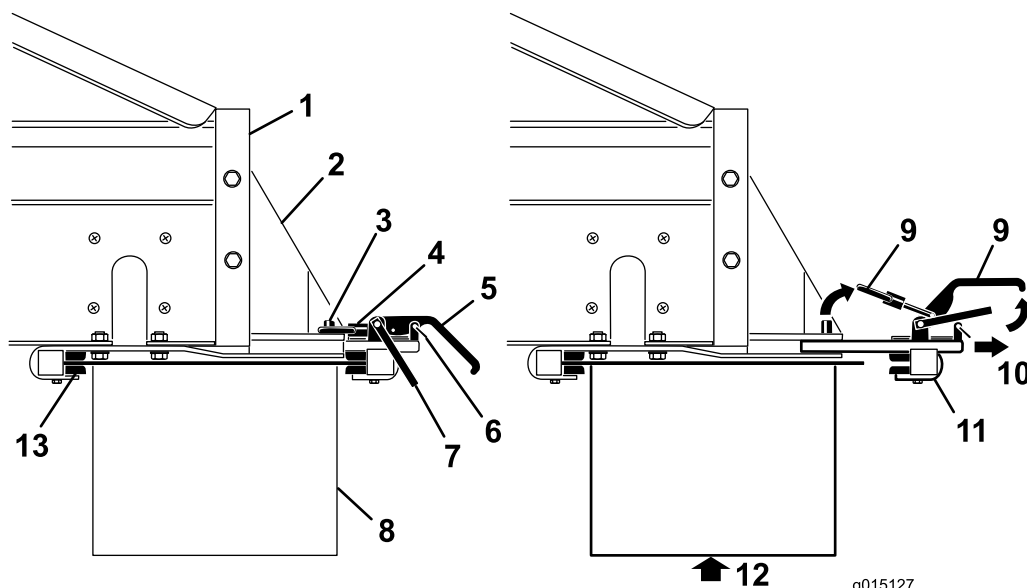

図 48
3. クランプのハンドルから、安全ラッチクリップを外す 図 48。
4. 安全ラッチを立て、アタッチメント側のクランプハンドルを開いてロックピンからロックリングを外す 図 48。
5. クイックアタッチスロットから、後クランプアセンブリを引き出す 図 48。
6. 誰かに補助してもらってクロスコンベア/スイベルを持ち上げ、その前端をマシン後部の下にある前クランプブラケットにセットする 図 48。
7. クロスコンベア/スイベルを保持したまま、後クランプアセンブリをクイックアタッチスロットに戻し、クロスコンベア/スイベル後端部にセットする 図 48。
9. クランプのハンドルに、安全ラッチクリップを取り付ける 図 48。